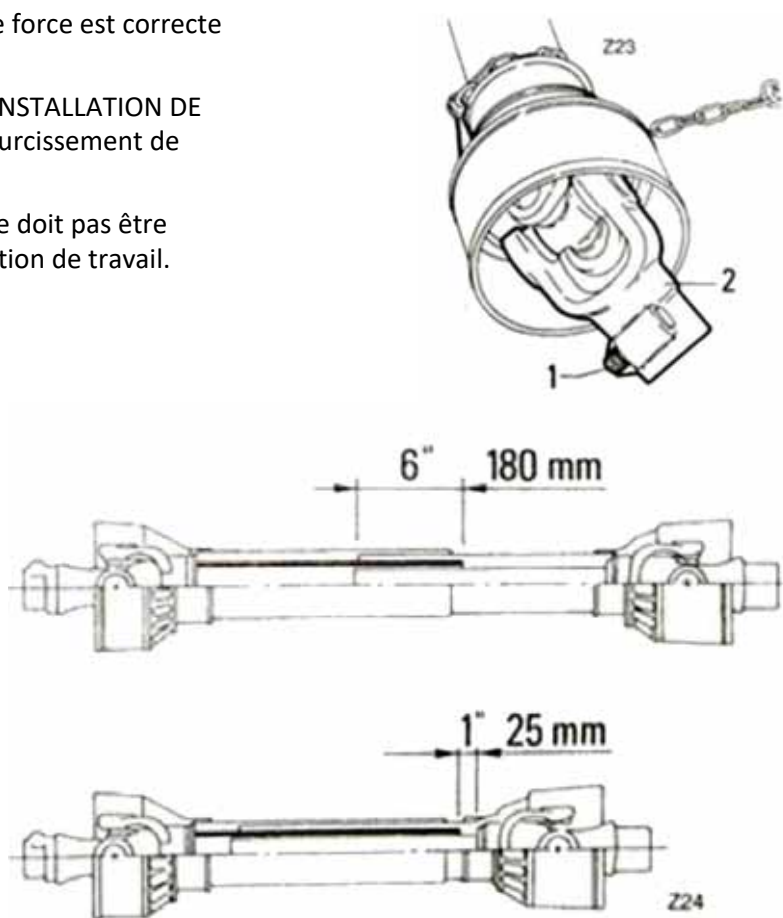

Figure 10
- Vérifiez si la longueur de l'arbre de prise de force est correcte (Fig. 10).